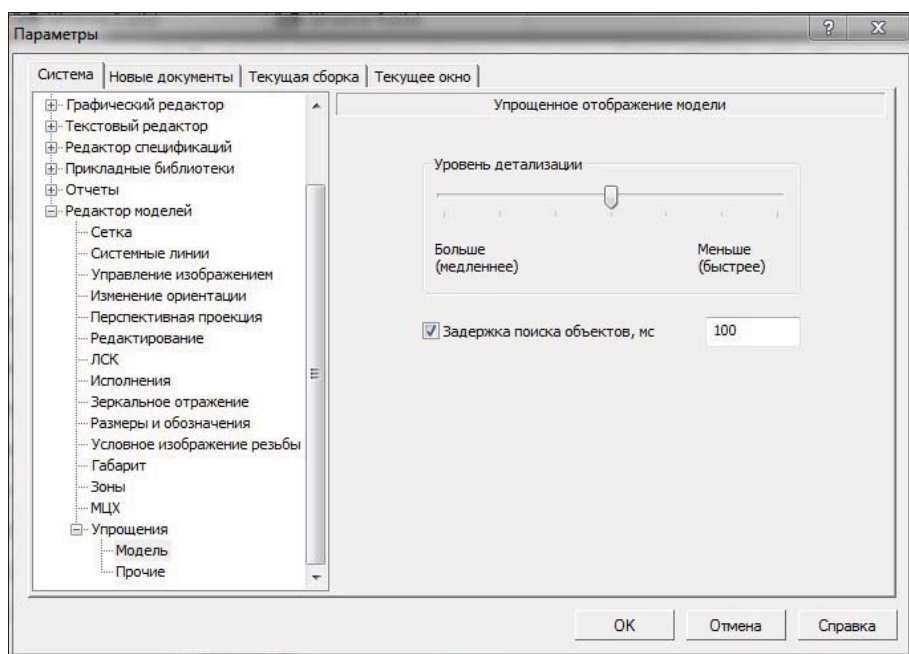

Рис. 27.7. Диалоговое окно Параметры
- ◆ щелкните ЛК по пункту **Модель**. В правой части окна открылась панель **Упрощенное отображение модели** (рис. 27.7), на которой можно настроить параметры отрисовки сборки в режиме упрощенного отображения: